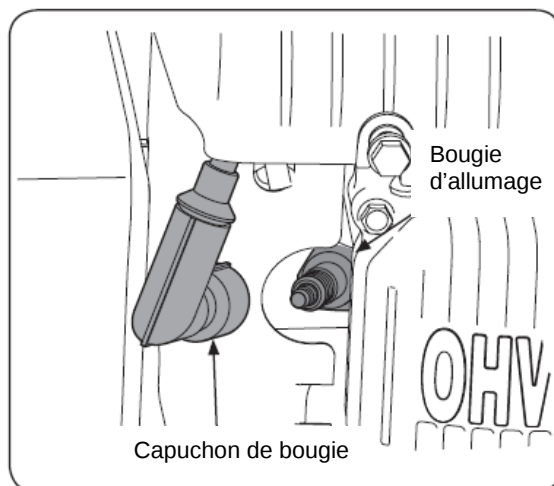

Figure 6-9
1. Enlevez le capuchon de bougie et utilisez une clé pour bougie d'allumage pour enlever la bougie. Consultez la Fig. 6-9.